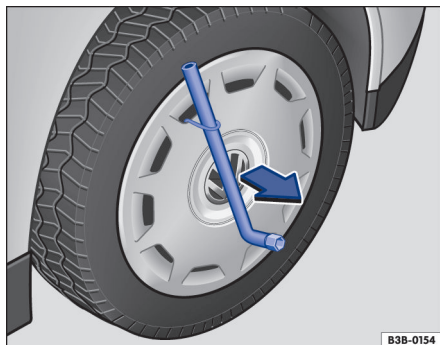

Fig. 239 Retirar a calota integral.
- Passar a chave de roda pelo gancho → Fig. 239 e puxar a calota para fora no sentido da seta.